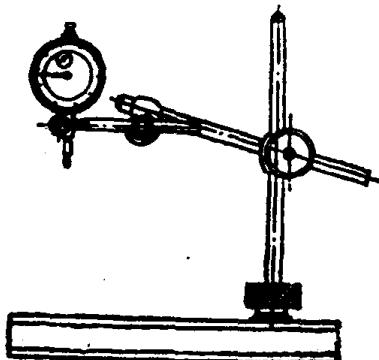

图 1-1-3 百分表的使用
(1) 使用时，应将百分表固装在专用表架上（见图 1-1-3）。当用轴套部位（或用表后面的耳环）夹紧后，表杆仍应灵活移动。
(2) 测量时，压表 0.3~1.0mm，测杆应与被测部位垂直。用手捏住测杆上部，起落二三次，观察表针位置是否一致。
(3) 转动表盘对正零位